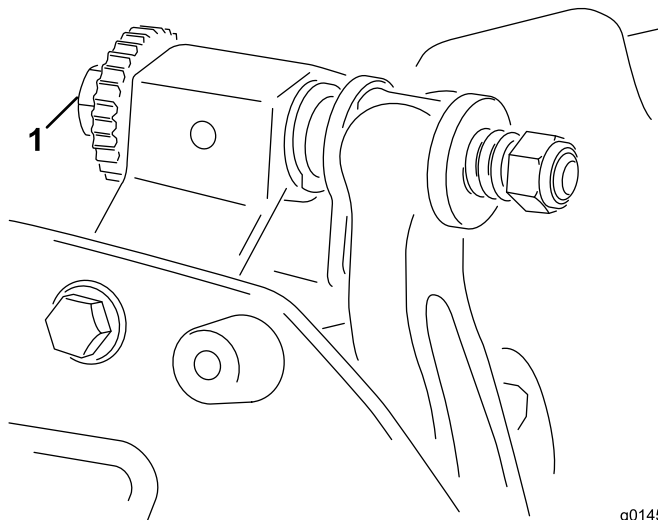

Figura 4
6. Ruotate la vite di regolazione della barra di appoggio destra (**Figura 4**) fino a quando non sentite una leggera pressione sullo spessore facendolo scorrere da lato a lato. Rimuovete lo spessore.